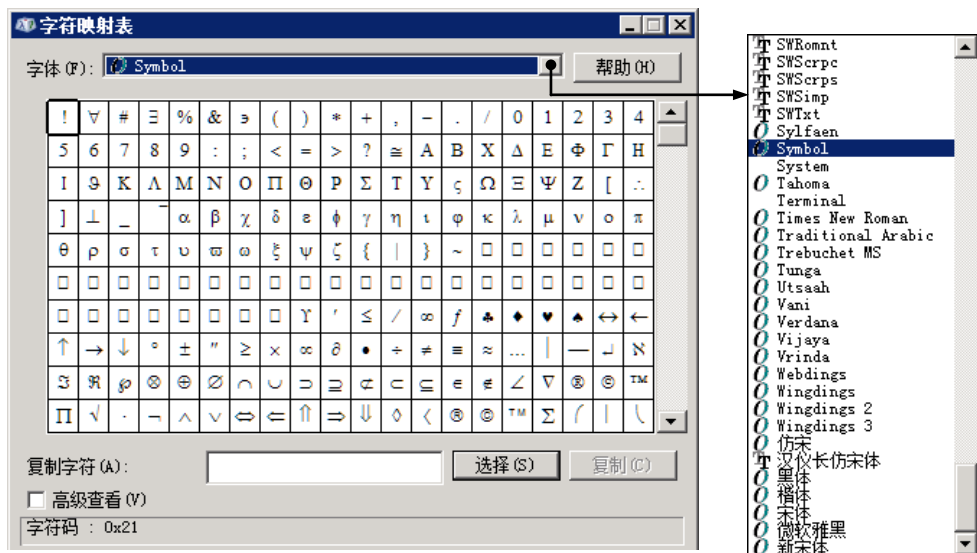

图 8.5.11 “字符映射表”对话框
-  按钮：单击此按钮系统弹出图 8.5.11 所示的“字符映射表”对话框。用户可以根据需要在创建的文本框中添加一些字符。选择要添加的字符后，单击 **选择(S)** 按钮，然后单击 **复制(C)** 按钮并将其复制到剪贴板中，在文本框内需要的位置粘贴即可完成添加。